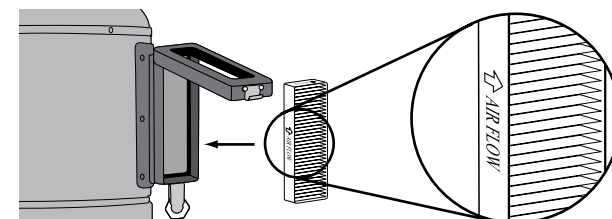

рис. 4
3. Установить новый фильтр. Для правильной установки убедитесь, что стрелка на корпусе фильтра направлена наружу (рис.4);